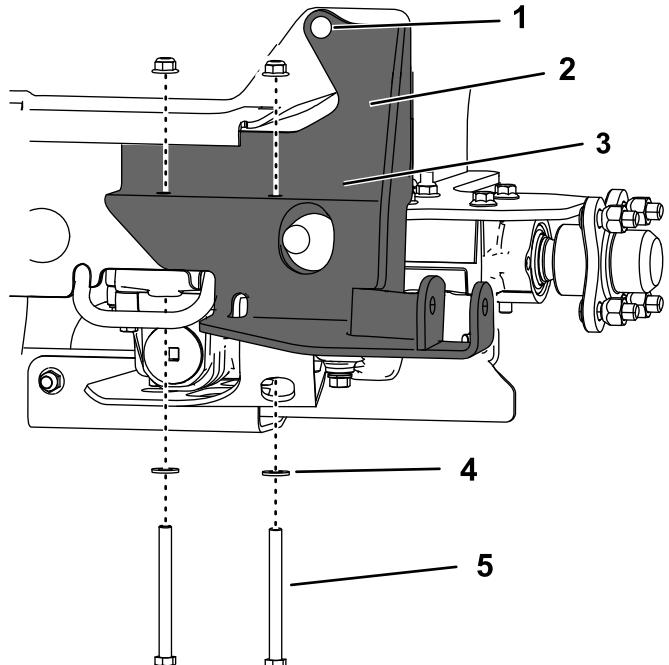

図 10
- 6. 下側ブラケットをトランスマッisionに取り付ける先ほど外したナット2個、平ワッシャ2枚、ボルト $\frac{3}{8}$ " x 4"2本を使用して図10のように取り付ける。